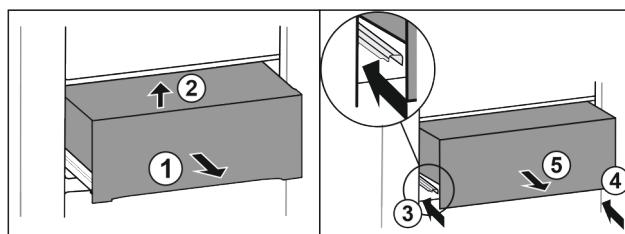

Fig. 31
- Изтеглете чекмеджето наполовина Fig. 31 (1).
- Повдигнете отпред Fig. 31 (2).
- Вкарайте лявата релса Fig. 31 (3).
- Вкарайте дясната релса Fig. 31 (4).
- Извадете чекмеджето напред Fig. 31 (5).